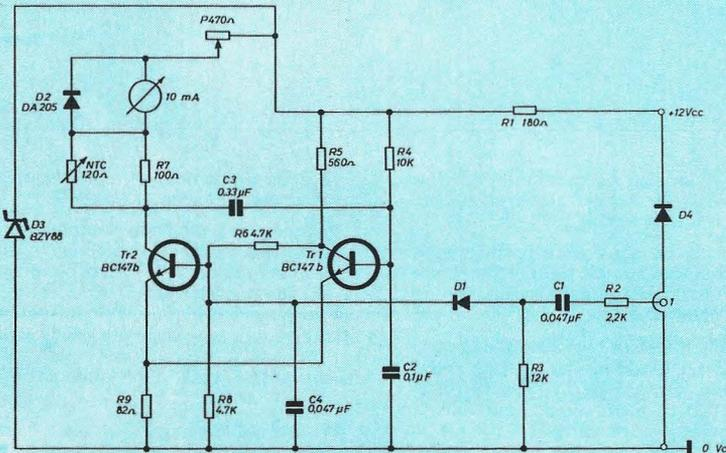
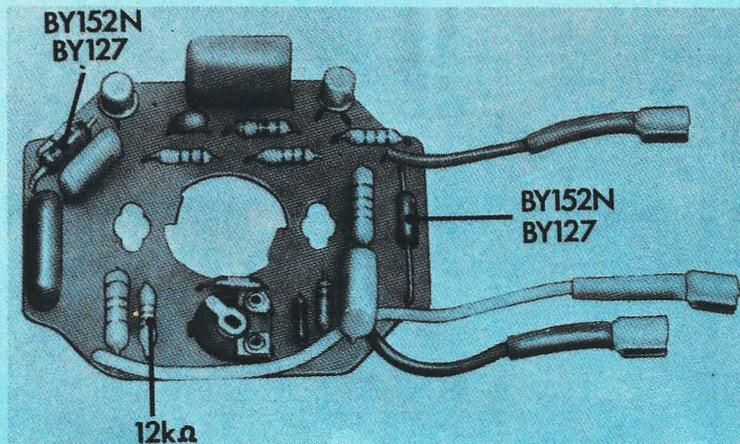

Figure 4
Figure 5
Afin que le fonctionnement de ce compte-tours redevienne normal, il faut effectuer quelques modifications des composants qui se trouvent sur le circuit imprimé; celles-ci sont illustrées à la **figure 4**.
- 1) Éliminer la résistance R3 de 2,7 k $\Omega$  et mettre à sa place un condensateur C1 de 0,047  $\mu$ F (fig. 4).
- 4) Insérer entre le point de jonction de la diode D1 et C1, fig. 4, et la masse la résistance R3 de 10 k $\Omega$ , éliminant la diode zener BZY88.
- 5) Insérer entre le positif (+ 12 Vc.c.) et la masse, la diode D4, figure 4.
La **figure 5** représente le circuit imprimé modifié d'après le schéma électrique de la figure 4.
Ces modifications ne présentent aucune difficulté. Au moyen d'une pince coupante, couper, à une distance de 2-3 mm du circuit imprimé, les fils de sortie des composants qui doivent être substitués. Les « bornes », ainsi faites, seront très utiles pour y souder les nouveaux composants, sans endommager le circuit imprimé. Les nouveaux composants, de la fig. 4, devront avoir les caractéristiques suivantes :